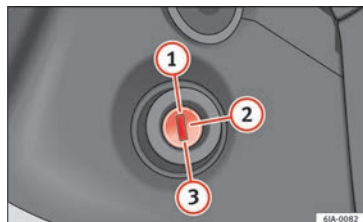

Fig. 172 Posiciones de la llave de contacto.
- Durante la marcha con el motor parado, la llave de encendido tiene que estar siempre en la posición **2** **» fig. 172** **» pág. 165** (encendido conectado). Esta posición se señaliza encendiéndose los testigos de control. De no respetar esta regla, podría producirse inespablemente el bloqueo de la dirección – ¡Peligro de accidente!
• El motor de arranque se puede accionar (posición de la llave en el encendido ③) » fig. 172 » pág. 165) sólo si el motor está parado. Al accionar el motor de arranque con el motor en movimiento, este puede sufrir daños.
- Pise el pedal del embrague a fondo y arranque el motor **③** » **fig. 172** » pág. 165, sin pisar el pedal de gas. Mantenga pulsado el
Pare el motor girando la llave del encendido hasta la posición ① » fig. 172 » pág. 165.